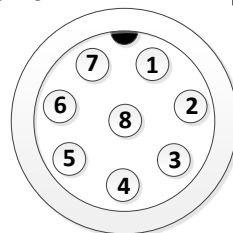

Рис.2
2.3 Положение контактов разъема PY07-8 с внешней стороны Smart Logger представлено на рис.2.